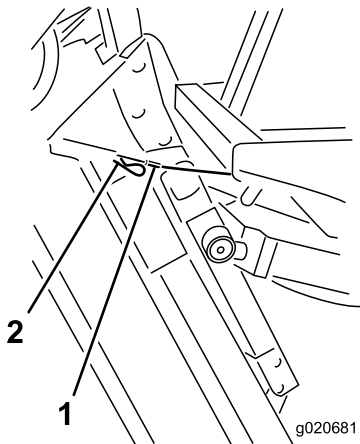

Figura 82
6. Sujetando la unidad de corte en posición vertical, coloque el extremo del cable sobre el pasador del brazo de elevación de la unidad de corte y fíjelo con el pasador de horquilla (Figura 82).